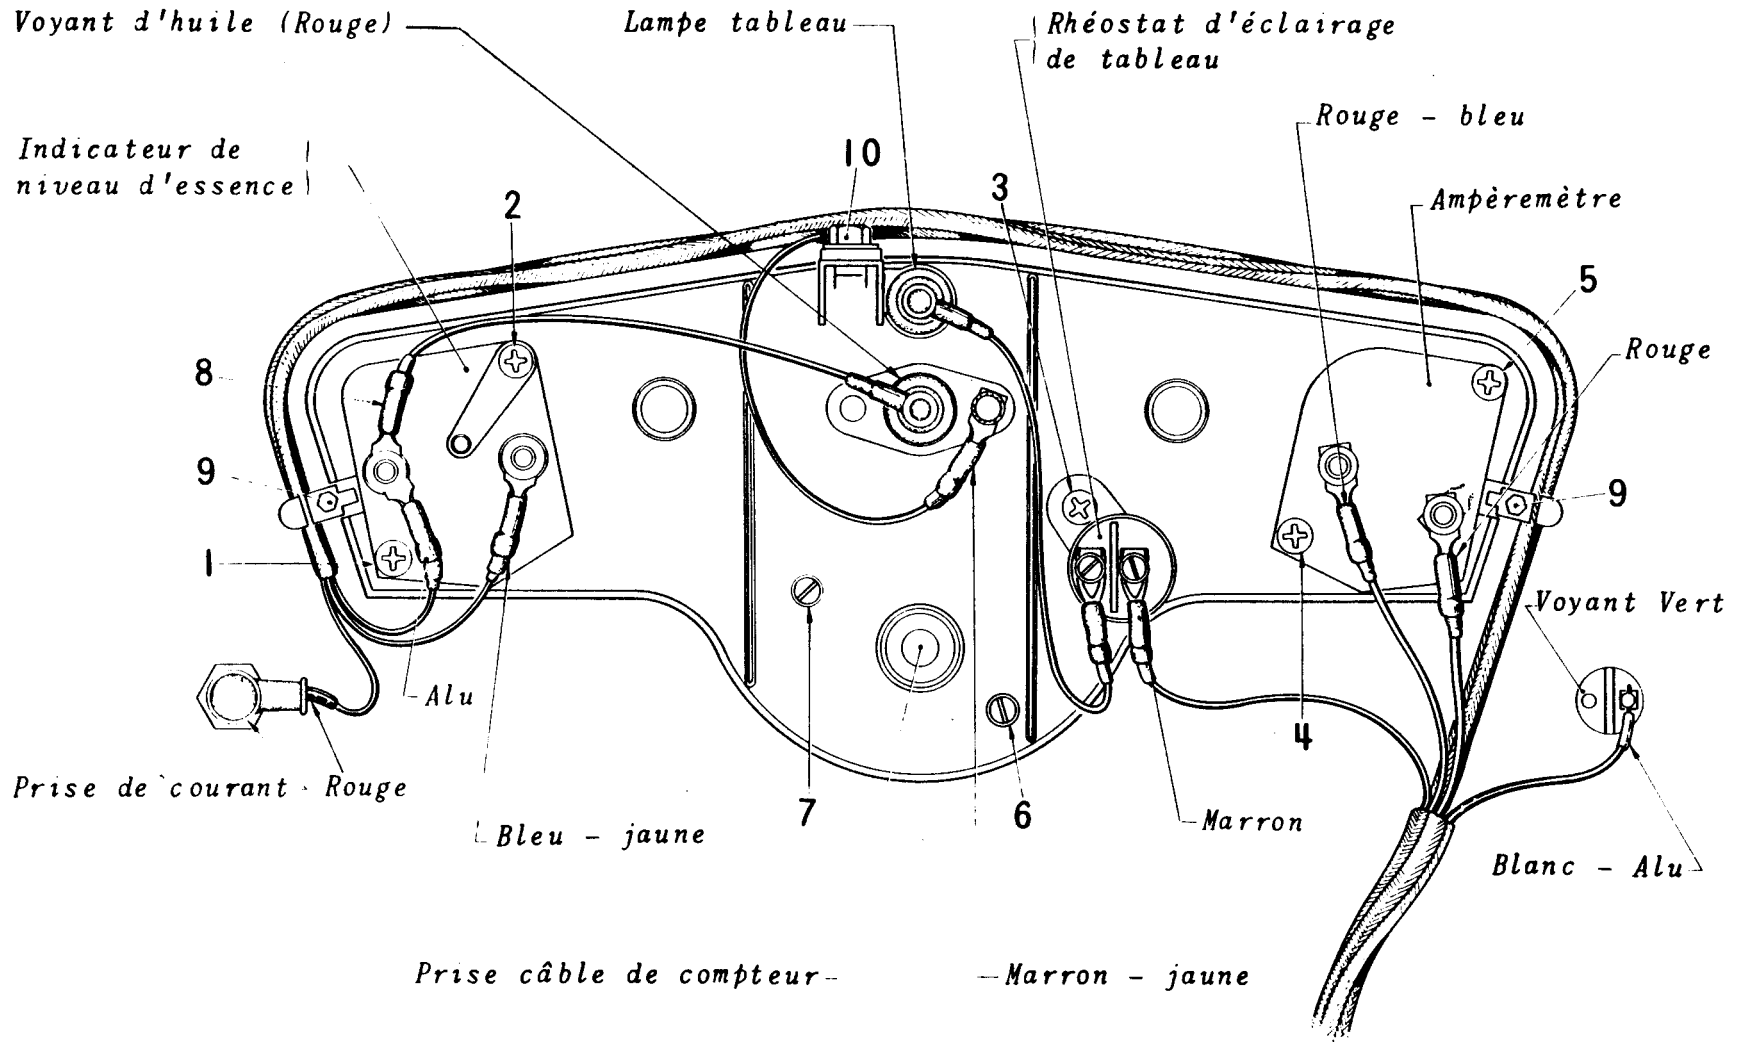

Fig. 20.E
**7180 — REMPLACEMENT d'un COMBINE (modèles 24C) (Fig. 20)